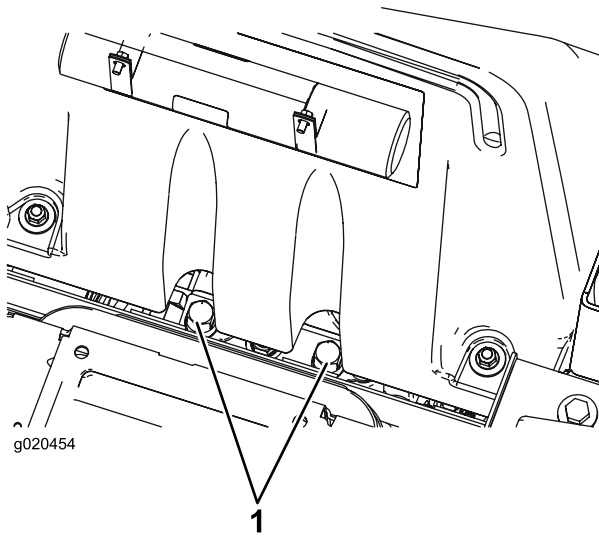

Figura 32
1. Levante el asiento y localice las válvulas de desvío, que están situadas debajo de la parte delantera del depósito de combustible (Figura 32).